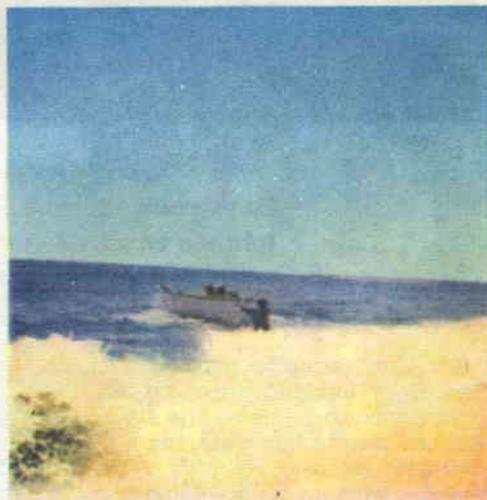

FIG. 4
**Fig. 2 -** Se l'immagine come quella di fig. 4 viene guardata attraverso al nostro cannocchiale, si presenterà ingrandita come in questa foto. Ricordarsi che per 20 ingrandimenti, è indispensabile appoggiare il cannocchiale sopra ad un supporto per evitare che le vibrazioni delle mani ci diano immagini tremolanti.